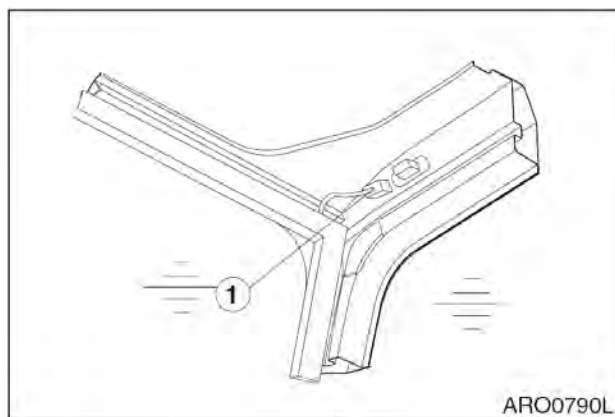

Рис. 108
5. Отсоединить соединитель стеклоочистителя (1, рис. 108) справа спереди на верхней части кабины.